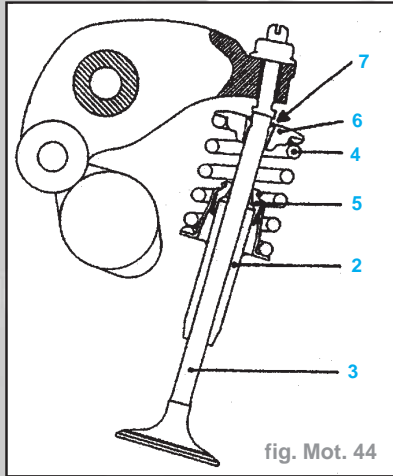

fig. Mot. 44
- Mettre en place des soupapes neuves (3), les roder légèrement sur leur siège respectif. Bien nettoyer et repérer ensuite toutes les pièces puis procéder au remontage (fig. Mot. 44)
- Placer les joints d'étanchéité (5) sur les guides de soupapes (2)
- les soupapes neuves (3)
- les ressorts (4) (identiques pour l'admission et l'échappement)
- les couplelles (6)